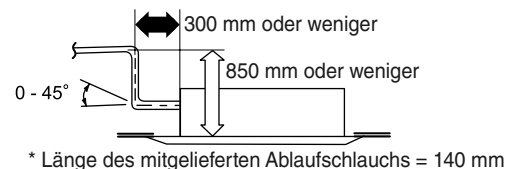

Abb. 3-51
- Die Ablaufleitung kann erforderlichenfalls bis zu einer maximalen Höhe von 850 mm über der Unterfläch der Decke angehoben werden. Sie darf auf keinen Fall höher als 850 mm über der Unterfläch der Decke gesetzt werden. Dies würde zu Auslecken von Wasser führen. (Abb. 3-51)